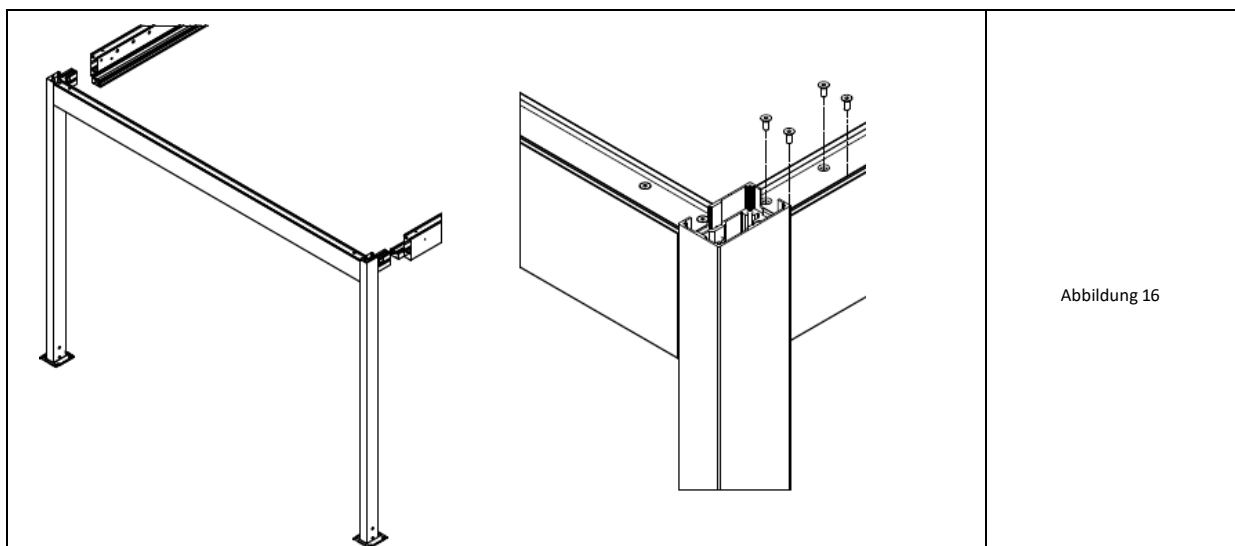

Abbildung 16
3. Das in die Querstrebe eingeschobene Ende des Längsträgers von der Oberseite der Trägerschale aus mit 4 Konusschrauben M8 x 20 mit Innensechskant verschrauben. Siehe Abb. 16.